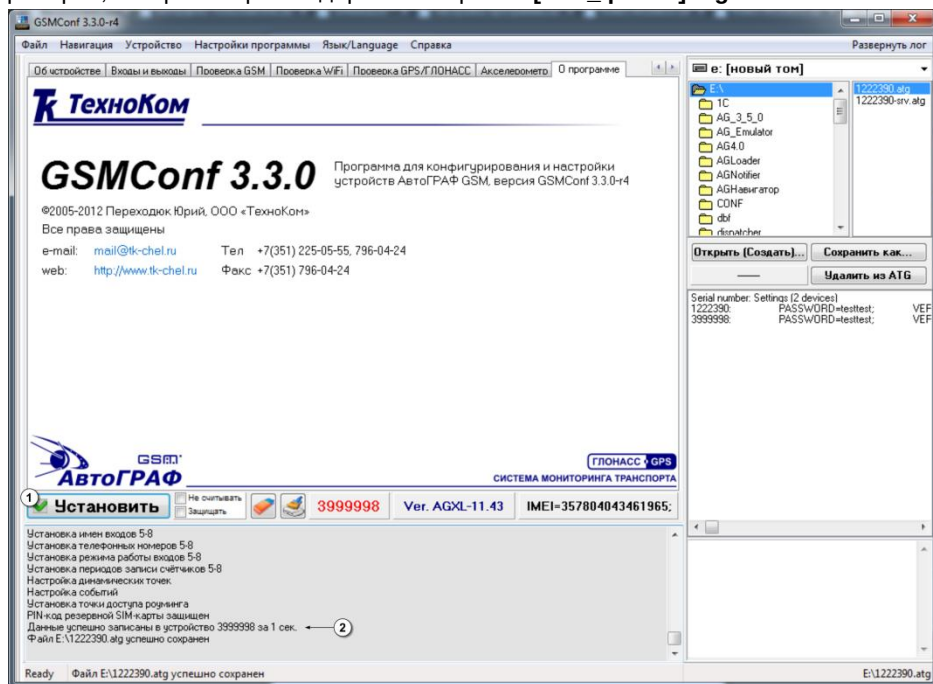

Рис.56 – Запись настроек в прибор.
1. Кнопка **«Установить»** - кнопка позволяет записать настройки в подключенный прибор. При успешной записи настроек высветится значок  и появится строка об успешной записи в окне состояния (рис.56, п.2).